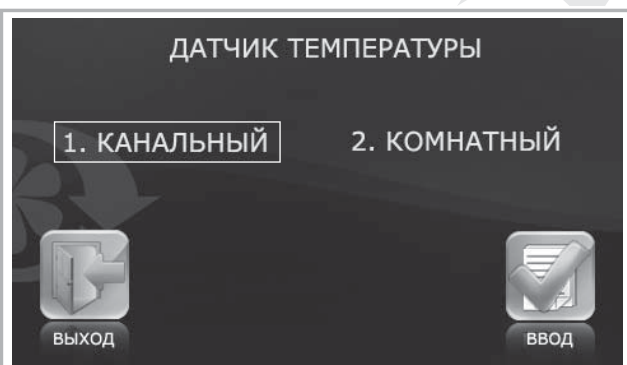

Рис. 19. Выбор датчика температуры
■ Выберите необходимый датчик, нажав на соответствующее значение (рис. 19).